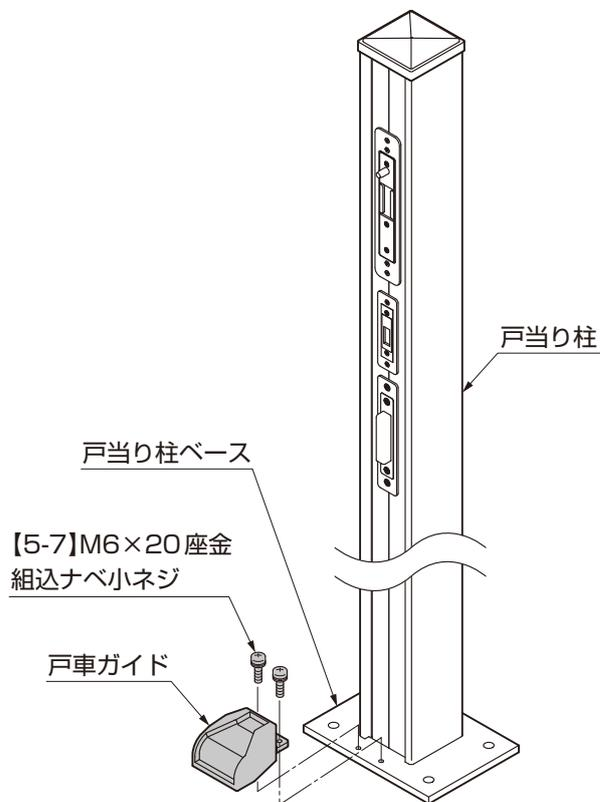

図 8-1
- ①戸当り柱ベースに戸車ガイドを【5-7】で取付けてください。(図 8-1 参照)